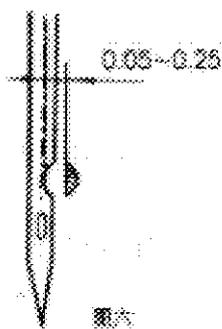
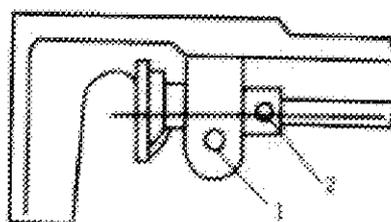

Рис. 6
Рис. 7
3. Когда кончик крючка челночного устройства сдвигается к осевой линии иглы, расстояние между плоскостью кончика крючка и иглой должно составлять 0,05 – 0,25 мм (см. Рис. 6). Если это расстояние достаточно велико, кончик крючка точно зацепляет петлю нити; если расстояние слишком мало, кончик крючка может с толкнуться с иглой, что приведет к ее поломке. Чтобы выполнить регулировку, следует отодвинуть игольную пластинку, повернуть головку машины в горизонтальное положение, ослабить винт крепления основания челночного устройства 1 и стопорный винт нижнего вала 2 при помощи отвертки и отрегулировать расстояние между плоскостью кончика крючка и иглой (0,05 – 0,25 мм). Затем следует затянуть винт крепления основания челнока 1, подвести стопорное кольцо к обратной стороне основания челночного устройства и затянуть стопорный винт 2 (см. Рис. 7).